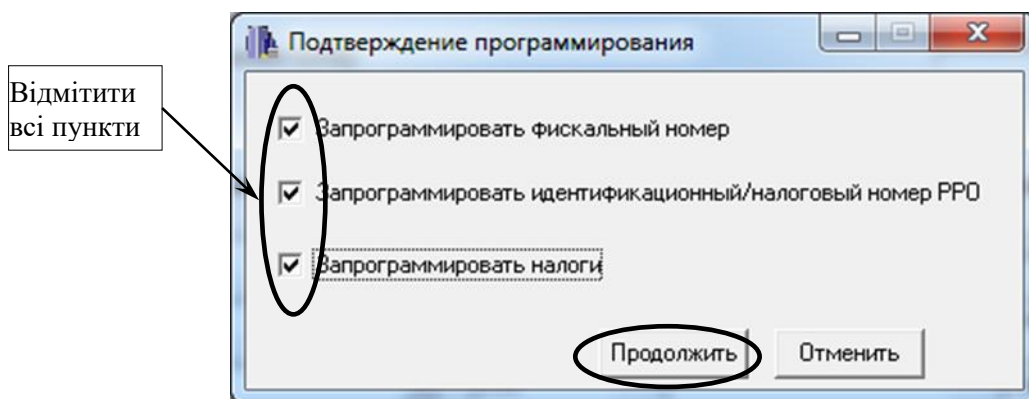

Рисунок 20
5.7 Натиснути на кнопку «Запрограммировать». У вікні, що з'явилося відмітити всі пункти (рисунок 20). Натиснути кнопку «Продолжить».